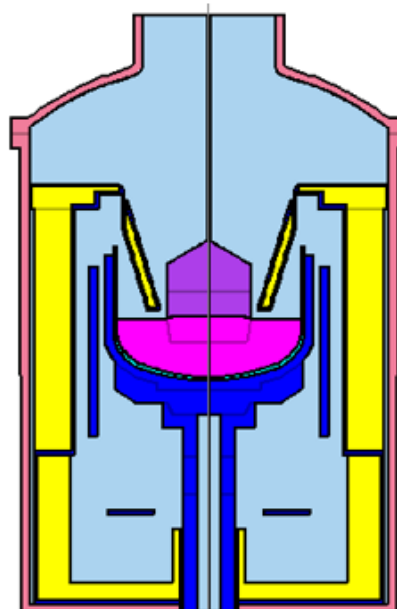

図 10. Basic GUI(左)、及び View2D(右)の材料配置図： シンボルカラーの統一化
- 材料シンボルカラー表示の改良 (View2D との統一化) (図 10)